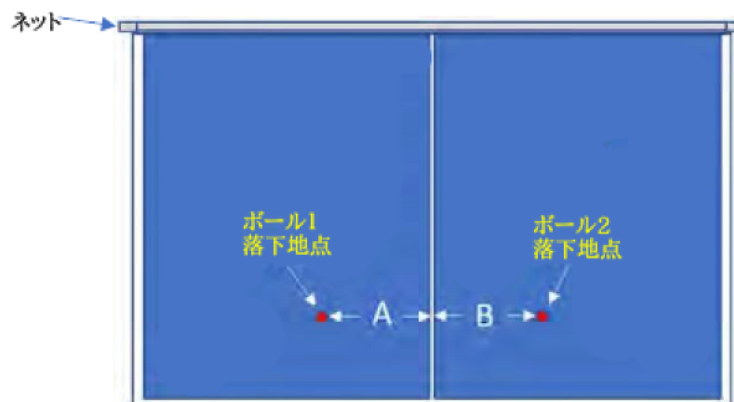

図 4-2
5. 開始/停止ボタンを押します。これで球が左右交互(バック/フォア)に届くようになります。(図 4-2)
6. 図4-2に示すように、距離AとBを測定します。
10. コントロールパネルの開始-停止ボタンを押して送球を再開し、AとBを再度測定します(図4-2)。AとBの差がまだ約5cm以上ある場合は、測定Aと測定Bの差が約5cm以下になるまでステップ5~9を繰り返します。